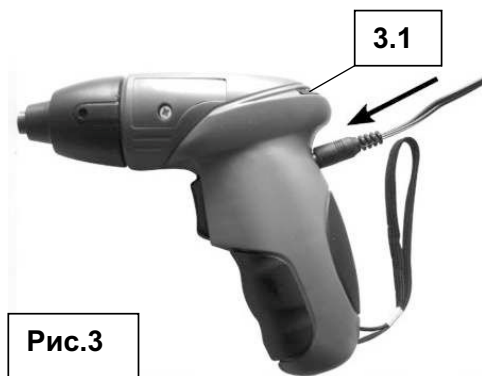
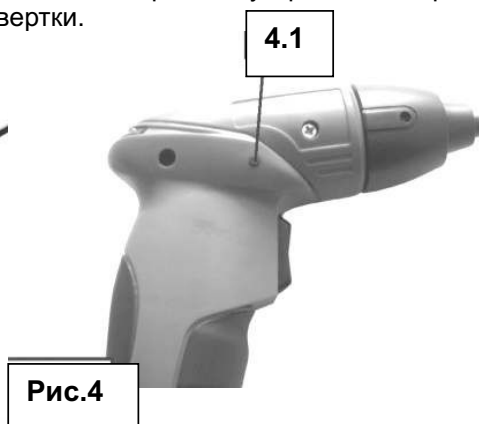

Рис.3
Рис.4
- Подключите штекер адаптера зарядного устройства **5** (см. рис.1) к гнезду на ручке отвертки (см. рис.3), а само зарядное устройство к сети электропитания. На светодиодной линейке **3.1** должен загореться красный индикатор. Начинается процесс зарядки.
В процессе работы можно контролировать степень разряда аккумуляторной батареи с помощью индикаторной линейки **3.1** (рис.3). Для этого необходимо нажать кнопку **4.1** (см. рис.4). Если при нажатой кнопке горят все индикаторы, то емкость батареи не менее 75% от номинальной, если желтый и красный - около 50%, если только красный - то емкость батареи не более 10% от номинальной и батарею необходимо заряжать незамедлительно.